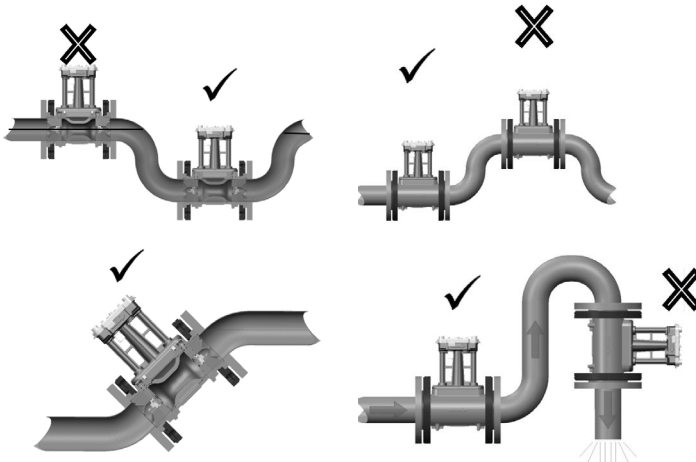

Abb.3: Durchflusssensor so montieren, das sich kein Luft sammeln kann.
- Die Auswahl des Installationsortes hat so zu erfolgen, dass sich im Zähler keine Luft sammeln kann (Abb. 3).